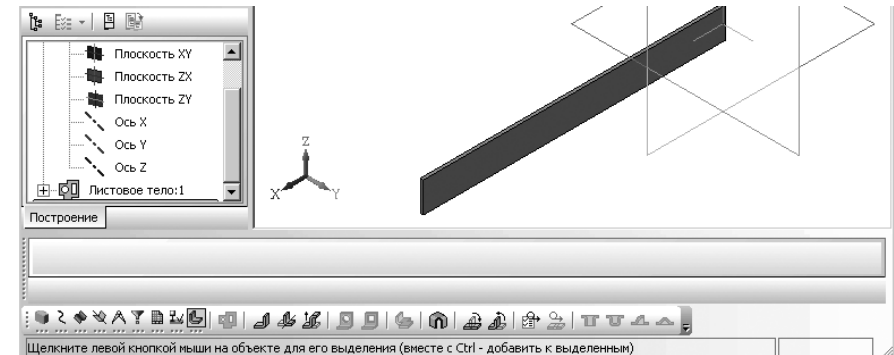

Рис. 7.11. Листовое тело – плоская полоса
- нажмите клавишу **F9**. Возможное состояние системы показано на рис. 7.11.